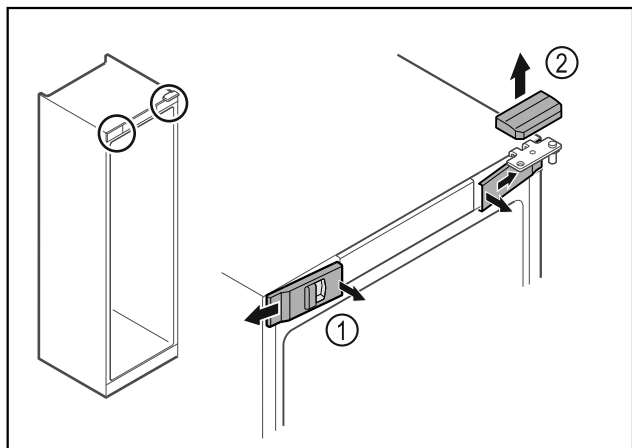

Fig. 9
- ▶ Wyczepić przednie osłonki Fig. 9 (1) i odchylić w bok.
- ▶ Górną osłonkę Fig. 9 (2) zdjąć w górę.